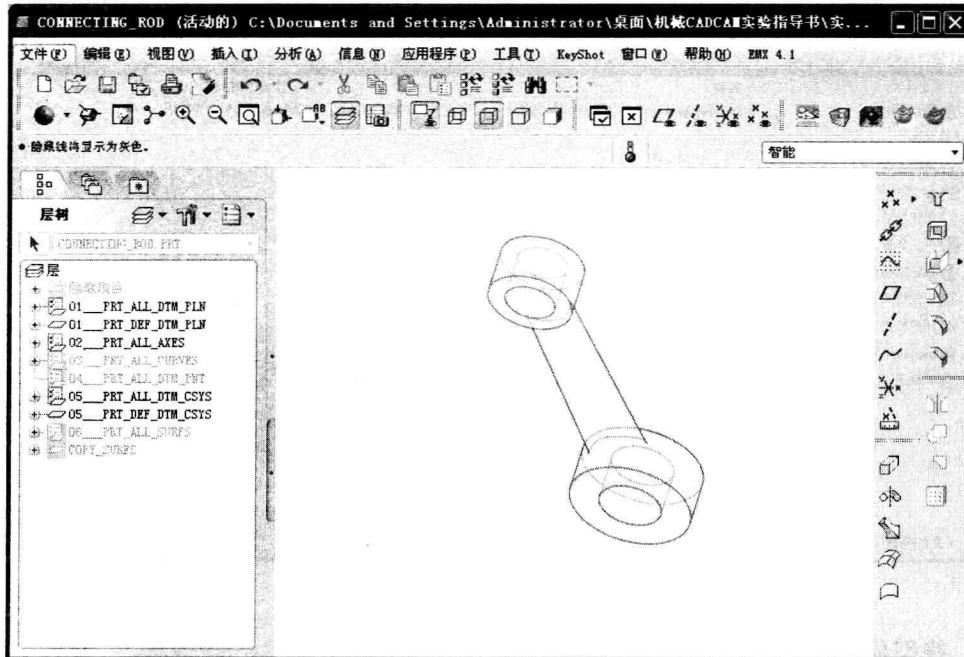

图 1-7 隐藏线显示模式
(2) 隐藏线显示模式：按下 按钮，模型显示效果如图 1-7 所示。